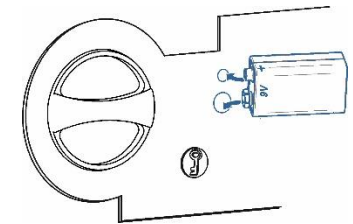

Рис. 5.4
- Аккуратно, соблюдая полярность, прижмите батарею питания своими контактами к контактам разъема резервного питания (5), и удерживайте её в таком положении см. Рис. 5.4